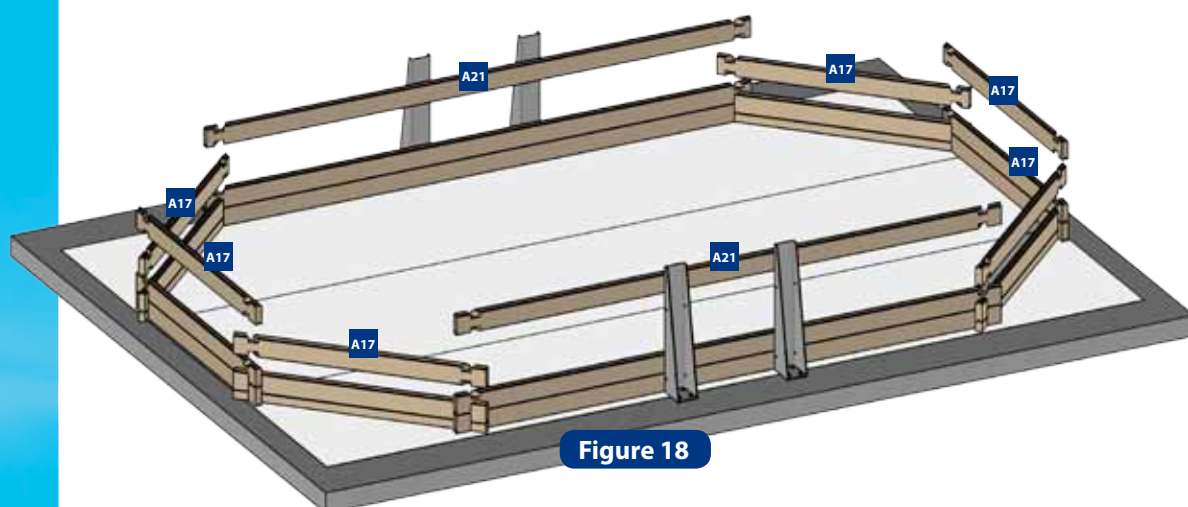

Figure 18
• Positionnez les madriers de la 3ème rangée conformément à la figure 18.